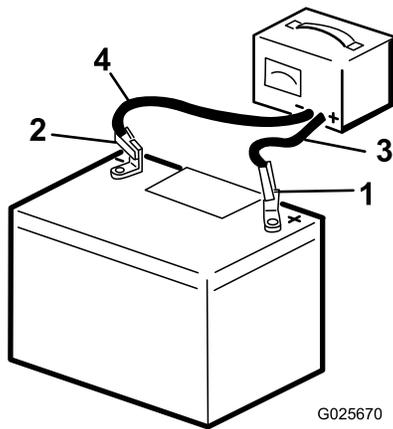

Figura 26
1. Cargue la batería durante 10 a 15 minutos a 25–30 amperios, o durante 30 minutos a 4–6 amperios (Figura 26).
2. Cuando la batería esté completamente cargada, desconecte el cargador de la toma de electricidad, luego desconecte los cables del cargador de los bornes de la batería (Figura 26).